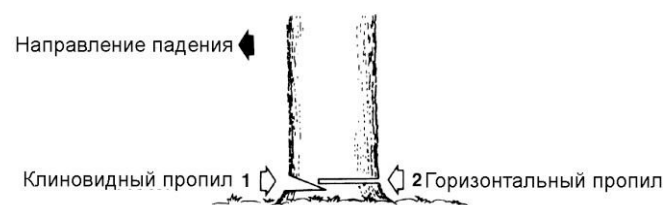

Рис. 6.
3. Сделать клиновидный пропил на глубину около 1/3 толщины ствола с той стороны, в которую будет повалено дерево (см. рис.6).